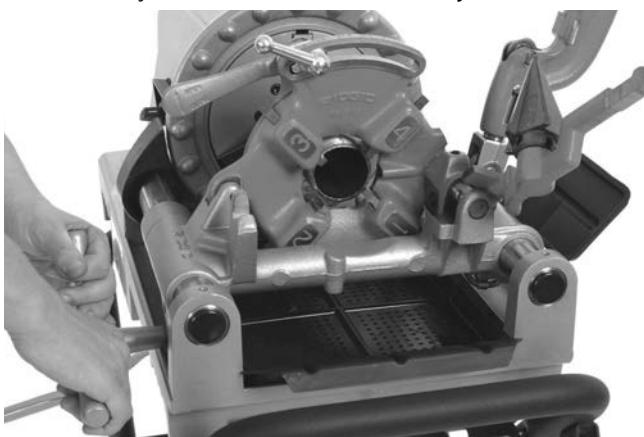

Figura 24 – Tubo de Roscagem (811- Uma Cabeça de Roscar de Abertura Rápida Mostrada)
7. Rode a manivela da guia para deslocar a cabeça de rosca para a extremidade do tubo (Figura 24). Aplique força ligeira à manivela para iniciar a cabeça de rosca no tubo. Assim que a cabeça de rosca começar a roscagem do tubo, não é necessária mais força na manivela da guia.